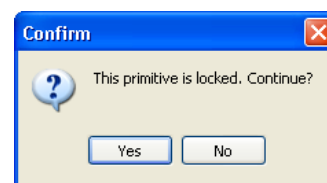

図 19 ロックされた設計オブジェクトをグラフィカルに編集しようと
**Locked** 属性が有効になっているオブジェクトを移動させたり、回転させたりしようとすると、ダイアログが表示され、編集を続けるかどうか尋ねてきます (図 19)。